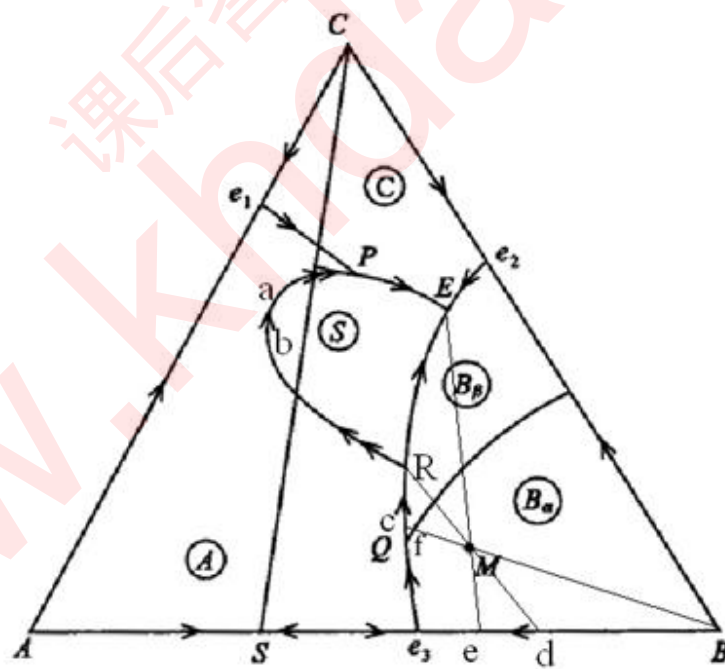

图6-19
6-31 根据图6-19回答下列问题: (1) 用箭头标出各界线的温度下降方向并说明界线性质; (2) 指出各无变量点E、P、R、Q的性质, 并写出其相平衡关系; (3) 写出熔体M的结晶过程, 说明液相离开R点的原因; (4) 画出AB、BC二元系统相图。